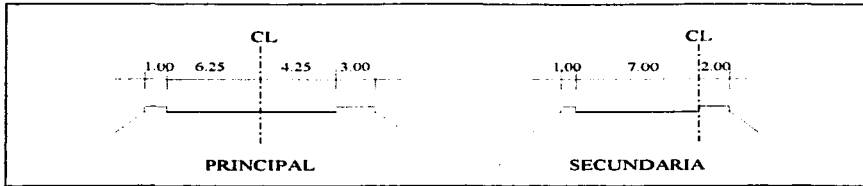

FIG. 4.3 SECCIONES DE PROYECTO.
- La sección de proyecto. Existen dos secciones de proyecto, la principal de tres carriles y la secundaria de dos, por lo tanto, tendrán una calzada de 10.50 y 7.00 m. respectivamente, no existirá faja separadora y los acotamientos serán los que aparecen en la FIG. 4.3.